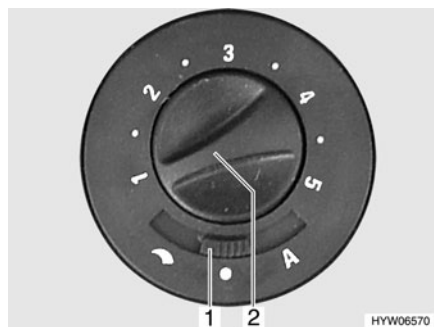

Fig. 117 Conmutador de mando para ventilador de circulación de aire (12 V)
- Ajustar el conmutador deslizante (Fig. 117,1) en "↷" (regulación manual) o "A" (modo automático).
- Cuando en el conmutador deslizante (Fig. 117,1) está ajustado "↷" (regulación manual): Ajustar la potencia deseada del ventilador de circulación de aire con el botón giratorio (Fig. 117,2).
- Ajustar el conmutador deslizante (Fig. 117,1) en "●" (Off). Con el funcionamiento de la calefacción esta posición del conmutador no tiene función.